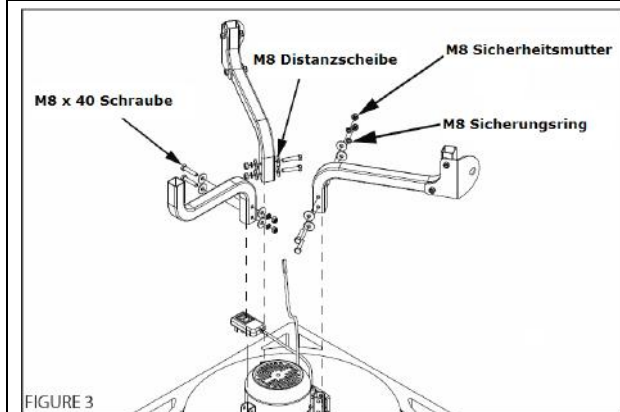

FIGURE 3
3. Standfüße auf das Maschinengestell montieren (**FIGURE 3**). Die Standfüße lang jeweils seitlich des Motors und den Standfuß kurz in die Position gegenüber.